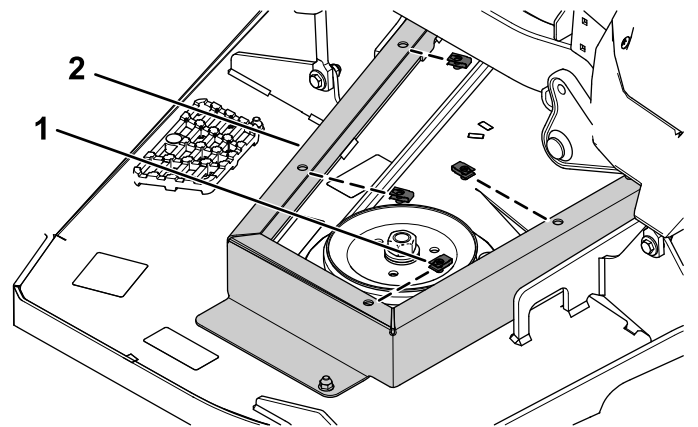

Bild 8
- Bringen Sie vier Clips an der linken Riemenscheibenabdeckung an (Bild 8).